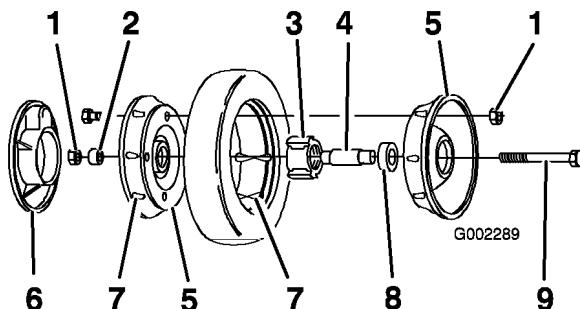

Figura 29
- Retire el perno, el suplemento de la rueda y la contratuerca que monta la rueda al brazo de pivote (Figura 29).
- Separe las mitades de la rueda del neumático retirando los 4 tornillos de caperuza y las 4 contratuerca (Figura 29).
Nota: Si retira los cojinetes del conjunto de cojinete/buje, retírelos apretando sobre el suplemento del cojinete (Figura 29).
- Coloque el neumático en una mitad de rueda, alineando las orejetas en cada pieza (Figura 29).
- Coloque el conjunto cojinete/buje en el hueco central de la mitad de la rueda. Asegúrese de que las patas del buje están posicionadas sobre la brida del hueco (Figura 29).
- Coloque la otra mitad de la rueda sobre el conjunto cojinete/buje, alineando las orejetas de la rueda y del neumático y los taladros de montaje (Figura 29).
- rueda. Monte los tornillos o pernos en taladros opuestos (Figura 29).
- Compruebe la alineación de todas las piezas y apriete los tornillos, alternando de uno a otro para que el encaje sea uniforme, hasta que las mitades de la rueda estén juntas (Figura 29).
- Instale los 2 pernos y 2 contratuerzas que retiró anteriormente en los taladros restantes de las mitades de la rueda, y apriételos. Retire los dos tornillos o pernos largos y sustitúyalos por 2 pernos y 2 contratuerzas (Figura 29).
- Instale la rueda en el brazo de pivote con los pernos, un suplemento y una contratuerca. Asegúrese de que el suplemento está colocado entre el buje de la rueda y el brazo de pivote (Figura 29).